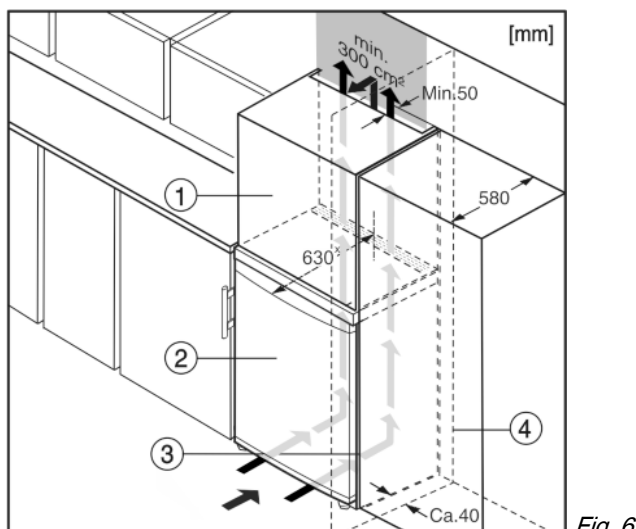

Fig. 6
- (1) Dulap suspendat* (3) Dulap de bucătărie*
(2) Aparat* (4) Perete*
Aparatul poate fi refăcut cu dulapuri de bucătărie. Pentru a aduce aparatul Fig. 6 (2) la același nivel cu mobilierul de bucătărie, se poate monta deasupra aparatului un dulap suspendat Fig. 6 (1).
La integrarea în dulapurile de bucătărie (adâncime maximă 580 mm), aparatul poate fi amplasat direct lângă dulapul de bucătărie Fig. 6 (3). Aparatul iese în afară în partea laterală cu 34 mm x, iar în centrul aparatului cu 50 mm x, în raport cu suprafața frontală a dulapului de bucătărie.
Atunci când aparatul este montat cu balamalele lângă un perete Fig. 6 (4), distanța dintre aparat și perete trebuie să fie de minim 40 mm. Această valoare corespunde proeminenței mânerului cu ușa deschisă.*